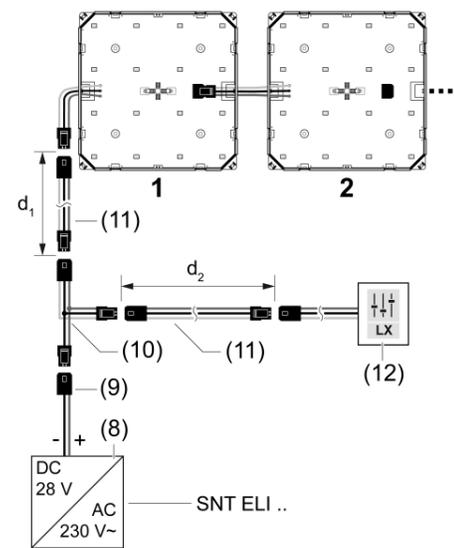

Bild 8: Elektrischer Anschluss
**i** Die Anschlüsse der LED-Lampe sind kompatibel mit dem LEDTRIX-Kontaktierungssystem. Für den Anschluss der Spannungsversorgungen "SNT ELI 0-20 W / 0-57 W / 0-120 W" wird der LEDTRIX-SNT-Anschluss (58924040) als Adapterkabel (9) benötigt. Die Spannungsversorgung "SNT ELI 0-9 W" besitzt bereits einen passenden Steckverbinder und benötigt daher kein zusätzliches Adapterkabel.
- Erste LED-Lampe mit Hilfe des Adapterkabels (9) an die Spannungsversorgung (8) anschließen (Bild 8).
- Weitere LED-Lampe mit der Zuleitung (4) an der Ausgangsbuchse (5) der ersten LED-Lampe anschließen (Bild 8).
- Bei Raster-Montage mit Verbindern: Zuleitung (4) wie dargestellt in den Halteklammern der Verbinder (7) fixieren.